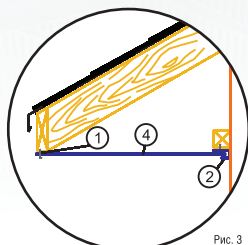
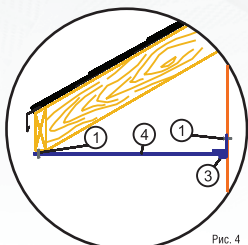

Рис. 3
Рис. 4
2. Вставьте софиты (4) в G-планки (2) (рис. 3) или F-профили (3) (рис. 4). Закрепите софиты (4) с помощью саморезов (1).